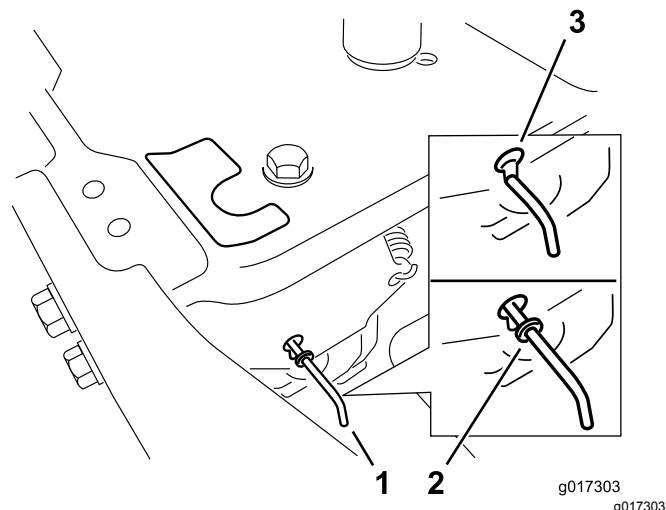

Figure 31
4. Déplacez les leviers de dérivation en avant à travers le trou de clavette et vers le bas pour les verrouiller en position (Figure 31).
Déplacez les leviers de dérivation en arrière à travers le trou de clavette et vers le bas pour les verrouiller en position, comme montré à la Figure 31.